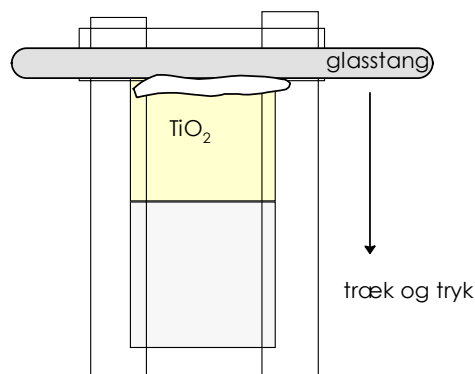

Figur 1
- Brug et multimeter indstillet på Ω til at finde ud af hvilken side af glaspladerne, der er elektrisk ledende – figur 1. Multimetret bør vise 30-50 Ω .
- Brug igen et multimeter indstillet på Ω til at finde ud af hvilken side af glaspladerne, der er elektrisk ledende – se figur 1 side 1.